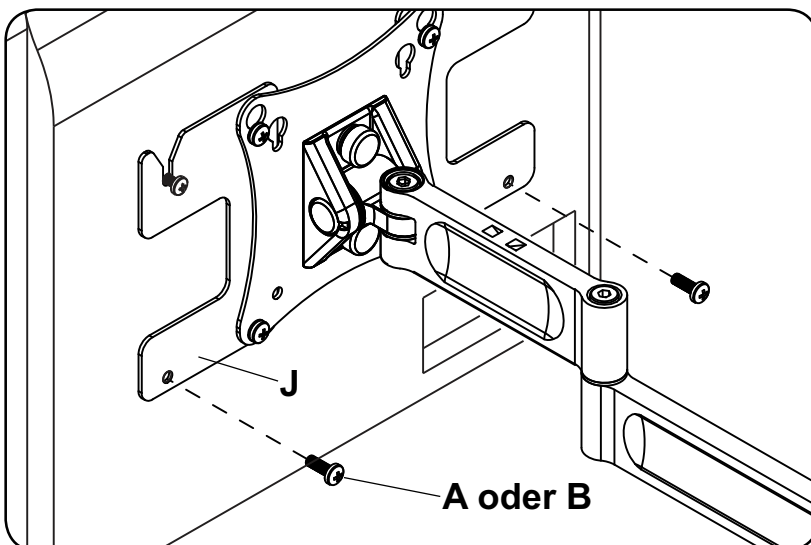

Abbildung 5.1
**5** Setzen Sie eine M4-Schraube (F oder G) durch das untere Loch der Adapterplatte (J) ein (siehe Abbildung 5.1).